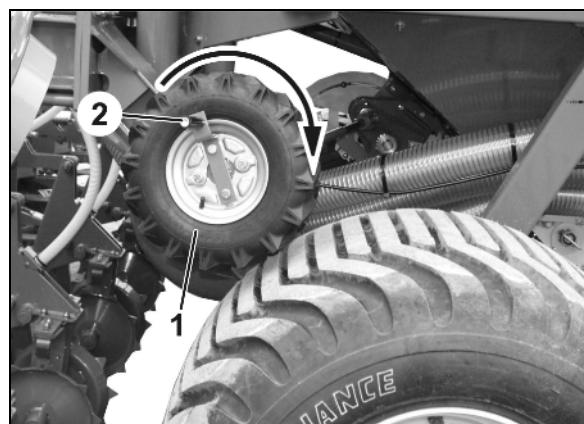

Рис. 90
2. Открутите гайку-баращек (Рис. 90/2).
3. Установите высоту датчика уровня (Рис. 90/1) в соответствии с необходимым остаточным количеством посевного материала.
4. Затяните гайку-баращек (Рис. 90/2).
Монтаж датчика уровня выполняйте как показано на рисунке (Рис. 90)!